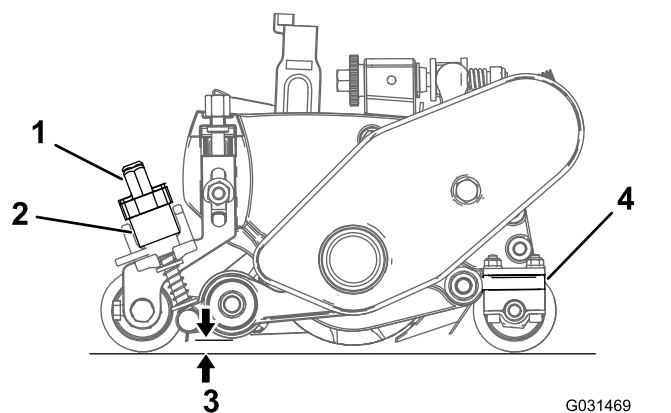

Figura 26
- A. Ruotate le leve di sollevamento rapido (Figura 26) portandole in posizione di FUNZIONAMENTO (l'impugnatura è rivolta verso la parte anteriore dell'apparato di taglio).
- B. All'estremità del cilindro del groomer, misurate la distanza tra la punta inferiore della lama grooming e la superficie di lavoro (Figura 26). Girate la manopola di
regolazione dell'altezza (Figura 26) per sollevare o abbassare la punta della lama del groomer all'altezza opportuna.